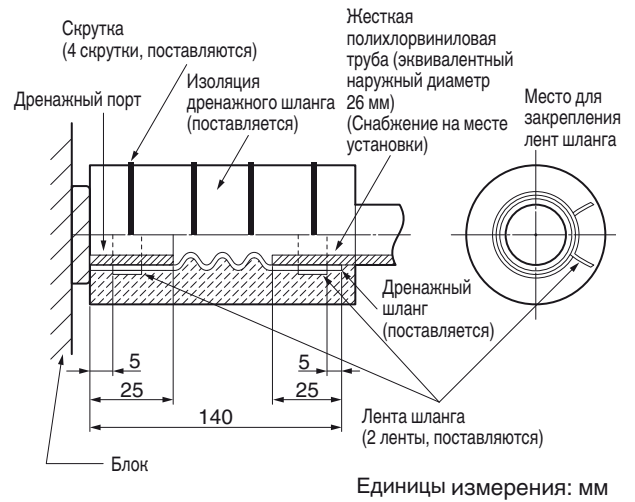

Рис. 3-6
- Для установки дренажного шланга сначала установите 1 из 2 лент шланга на дренажный порт блока, а другую ленту шланга на жесткую полихлорвиниловую трубу (не поставляется). Затем соедините оба конца поставляемого дренажного шланга. (Рис. 3-6)